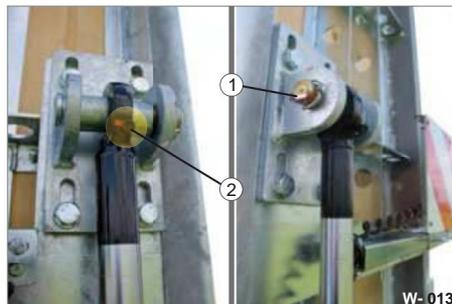

Fig. 16 Punto di appoggio superiore delle rampe di accesso, cilindro idraulico
- ÿ Lubrificare il cuscinetto tramite l'apposito ingrassatore (Fig. 16/2) con una pistola per grasso, finché non fuoriesce il grasso.
- ÿ Ingrassare il bullone (Fig. 16/1) con grasso per macchine.